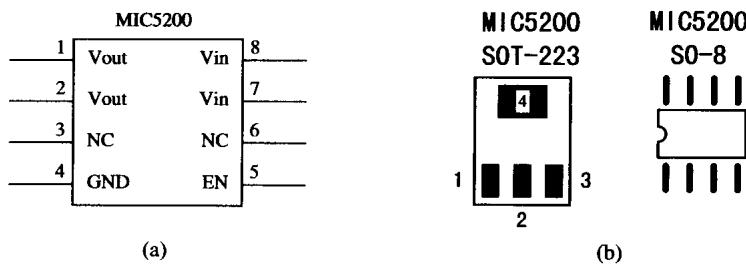

图 1-9 MIC5200 的管脚引线与两种表贴封装图
- (3) 通常情况下能保证输出 100 mA 的电流。
- (4) 静态损耗电流低(输出电流为 100 mA 时, 静态损耗电流仅有 1 mA)。
- (5) 输入与输出之间的压差很低(输出电流为 100mA 时, 输入和输出之间的压差仅有 200 mV)。
- (6) 输出端的负载由很小变为很大时, 具有很好的线性调整率。
- (7) 温度漂移非常小。
- (8) 具有过流和过热门限。
- (9) 低电平微电流关断工作模式。
- (10) 具有程控开/关机功能。
- (11) 具有 SO - 8 和 SOT - 223 两种表贴封装形式, 如图 1-9 所示, 可供用户灵活选用。